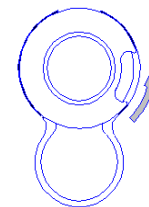

Fig. 1
1. Tourner la partie plastique du MTAG pour libérer le bout de la bague (Fig. 1)
1. Rotate the plastic part of MTAG until the end of the ring is exposed (Fig. 1)
1. Ruotare la parte plastica dell'MTAG per liberare l'estremità dell'anello (Fig. 1)